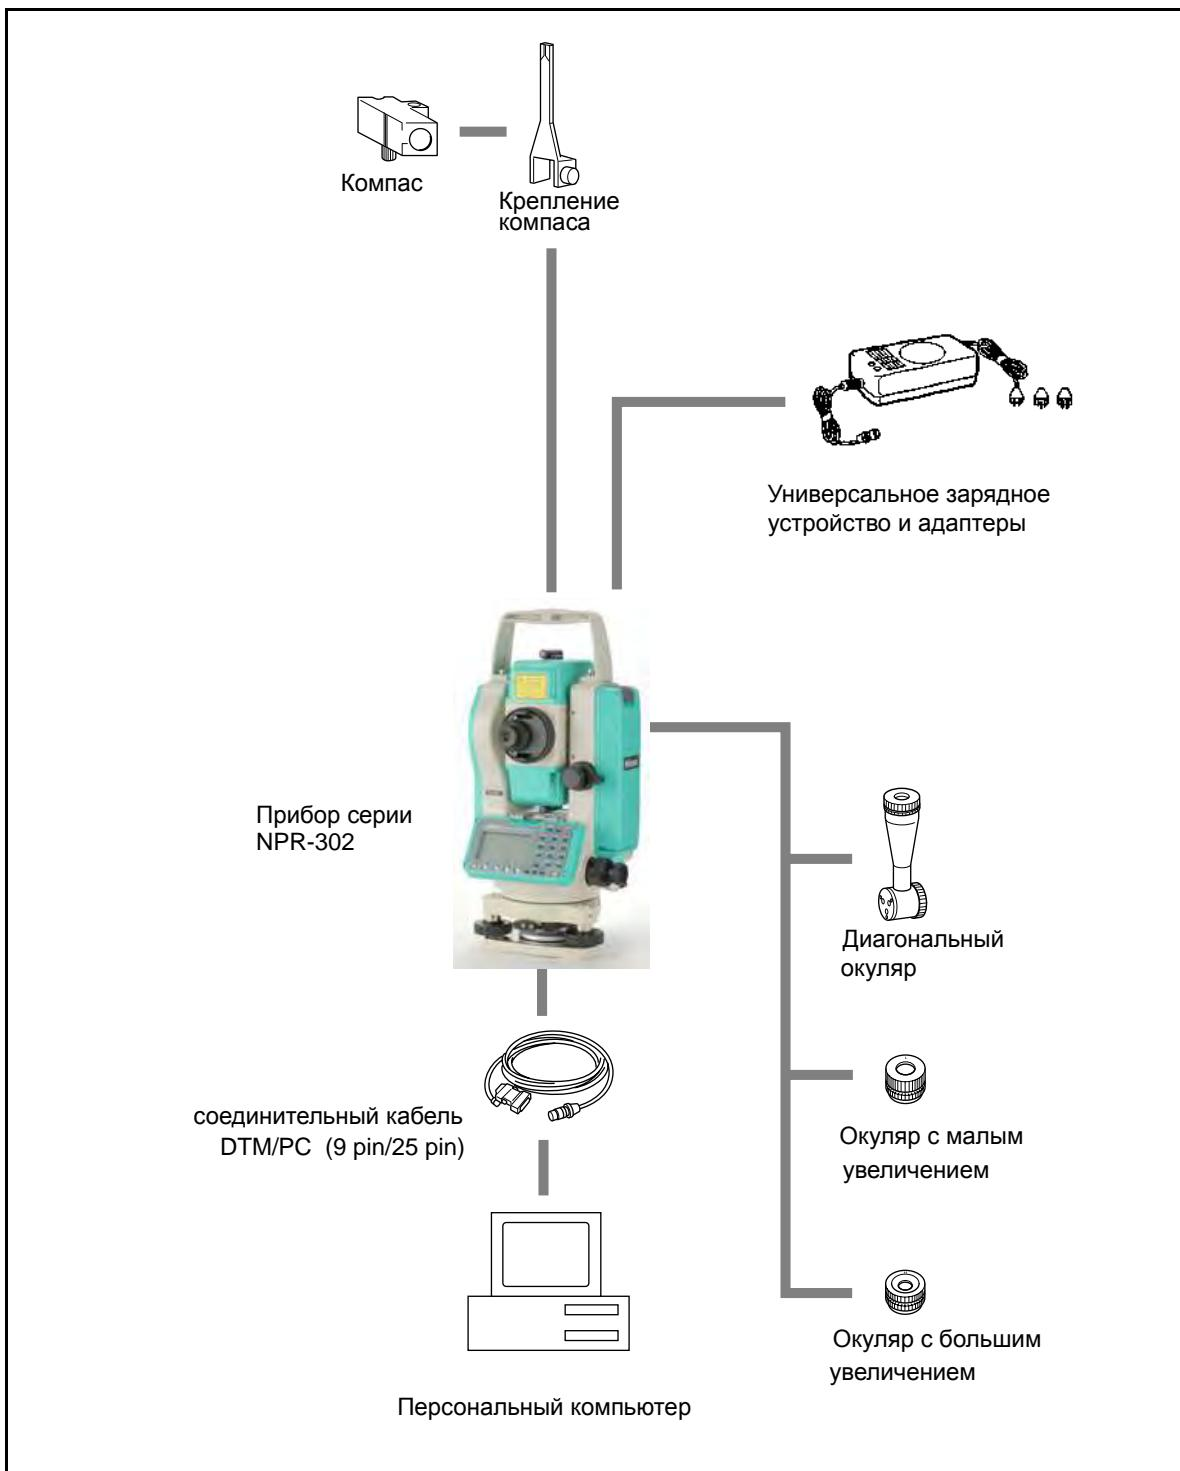

Рисунок 8.1 Компоненты измерительной системы
**ПРЕДОСТЕРЕЖЕНИЕ** – Соединения, не показанные на Рис. 8.1 на стр. 162 являются опасными для соединяемых приборов, используйте их на свой собственный риск.